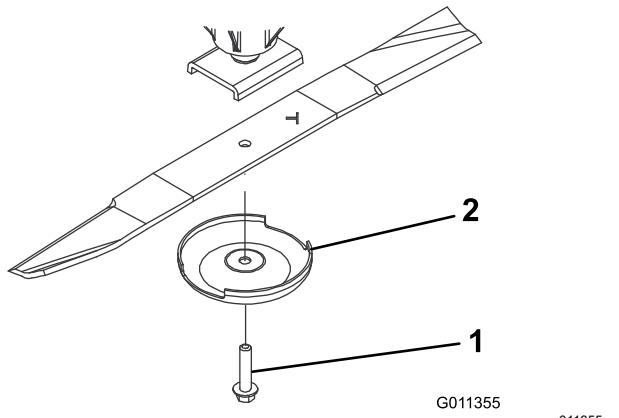

Bild 126
3. Entfernen Sie die Messerschraube, die Antiskalpiercuppe und das Messer von der Spindelwelle (Bild 126).